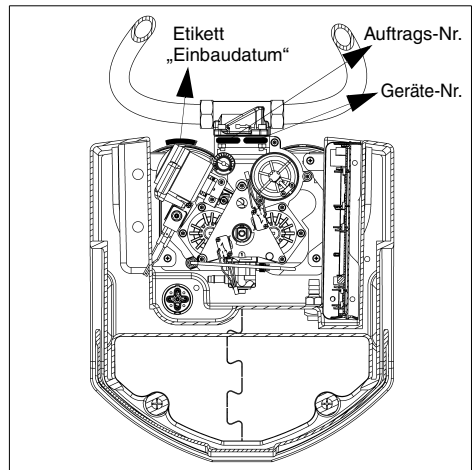

Abb. 9: Geräte- und Auftrags-Nr. sowie Etikett „Einbaudatum“
- Das Einbaudatum auf dem Etikett eintragen. Dieses Etikett befindet sich auf der Rückseite der Harzflasche (siehe Abb. 9).